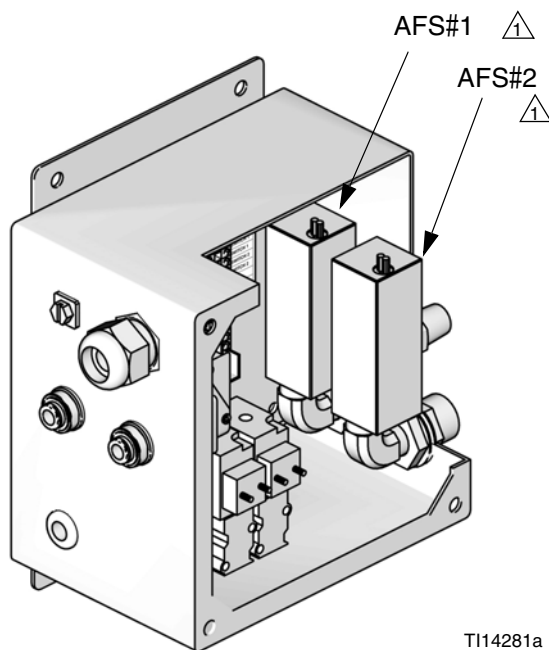

図 3. Air Flow Switch（二個図示）を設置して下さい
1. それぞれのガン洗浄ボックスキットには、1つのエアフロースイッチ（AFS）が含まれます。GFB インターフェースモジュールは1つか2つのエアフロースイッチに対応可能です。スイッチはエンクロージャーの右側に設置して下さい。図 3 を参照して下さい。